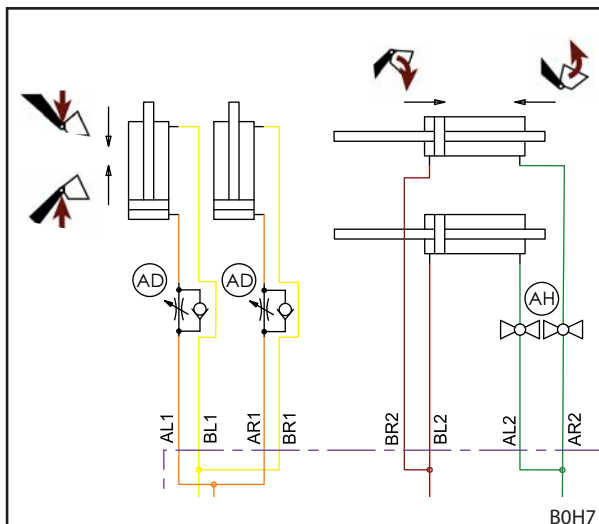

Рис. 136 Гидросхема дросселя опускания
**i** На Рис. 136 показан фрагмент гидросхемы опциональных дросселей опускания и запорных клапанов на рабочих цилиндрах. В остальном гидросхема соответствует схеме фронтального погрузчика на 11.4.1 Гидросхема FS и 11.4.2 Гидросхема погрузчика FZ и FZ-L.